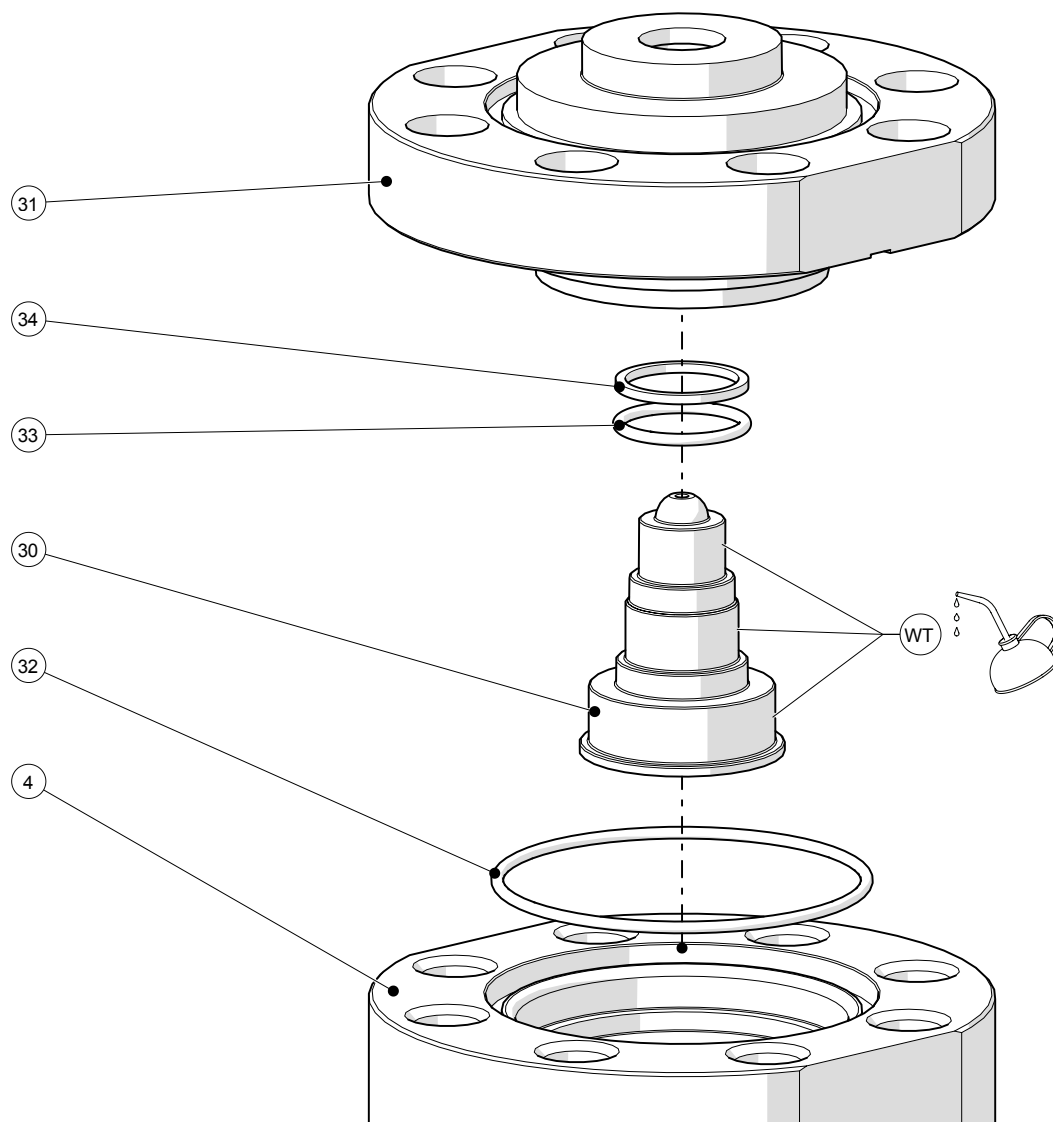

图 17
见图 17。
1. 在活塞 (30) 的主密封台阶面进行轻微润滑。
2. 将活塞 O 型圈 (33) 和活塞支撑环 (34) 装到活塞 (30) 上。确保它们的订购正确，如图 17 所示。
3. 将活塞 (30) 插入活塞板 (31)。
4. 将阀体 O 型圈 (32) 装入阀体 (4)，然后将活塞板 (31) 装入阀体 (4)，对齐两个元件上的平坦部。